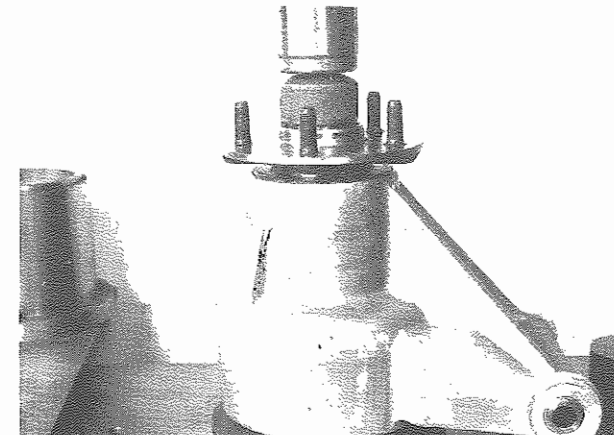

Fig. 16 - Base portamozzo n. 8
- Montare il mozzo con la base per portamozzo n. 8 (**Fig. 16**).
- Assemble hub with face for hub holder No. 8 (**Fig. 16**).